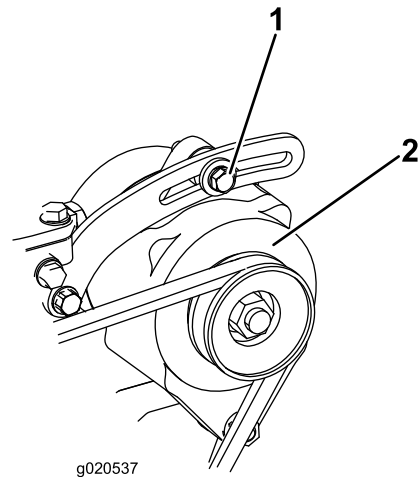

Figura 144
3. Compruebe la tensión de la correa del alternador presionándola (Figura 144) en el punto intermedio entre las poleas del alternador y del cigüeñal con una fuerza de 10 kg.
4. Afloje el perno que sujeta el alternador al tirante y el perno de pivote del alternador. (Figura 144)